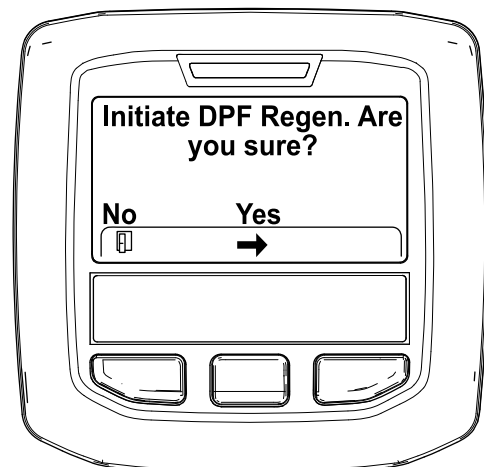

Figura 32
- Quando surgir a mensagem "Initiate DPF Regen. Are you sure?" (Iniciar Regen. DPF. Tem a certeza?), prima o botão central (Figura 32).